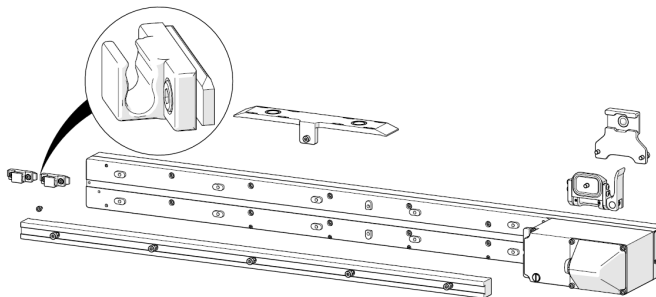

Abbildung 2-51 Korrekte Ausrichtung der Kabelführungsklemmen
9. Vergewissern Sie sich, dass die Kabelführungsklemmen richtig ausgerichtet sind (siehe Abbildung 2-51 auf Seite 82).